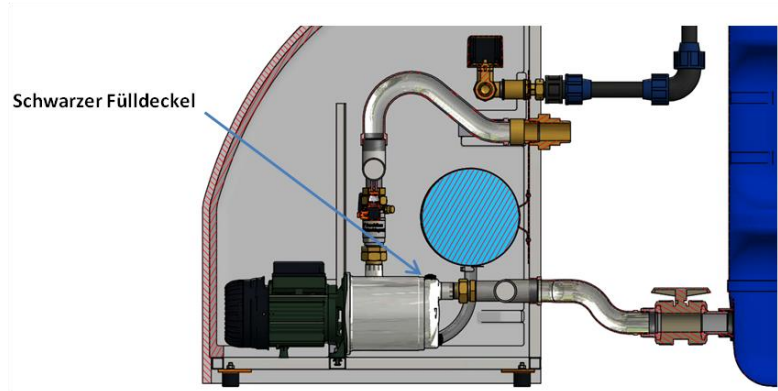

Abbildung 34: Entlüften der Druckpumpe
- IV. Beide Druckpumpen durch Öffnen des schwarzen Fülldeckels entlüften bis Wasser austritt (siehe Abbildung 34).